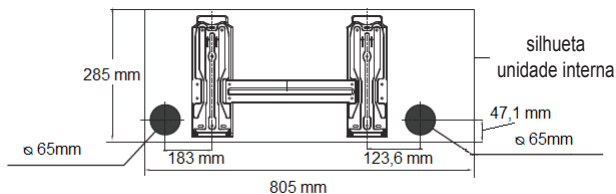

fig. 8 -
1. Destaque a placa pré-cortada (A-"fig. 8 -") em correspondência ao sentido desejado.